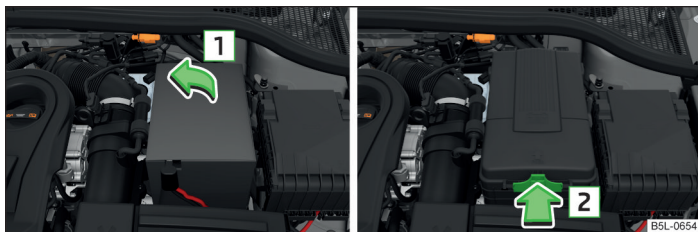

Fig. 163 Compartimentul motor: Capacul din poliester al bateriei autovehiculului/Capacul din material plastic al bateriei autovehiculului
Bateria este amplasată în compartimentul motor într-un capac din poliester, respectiv într-un capac din material plastic » fig. 163.
- Deschideți capacul bateriei în sensul indicat de săgeata , respectiv apăsați dispozitivul de blocare de pe lateralul capacului bateriei în sensul săgeții  » fig. 163, rabatați capacul în sus și îndepărtați-l.